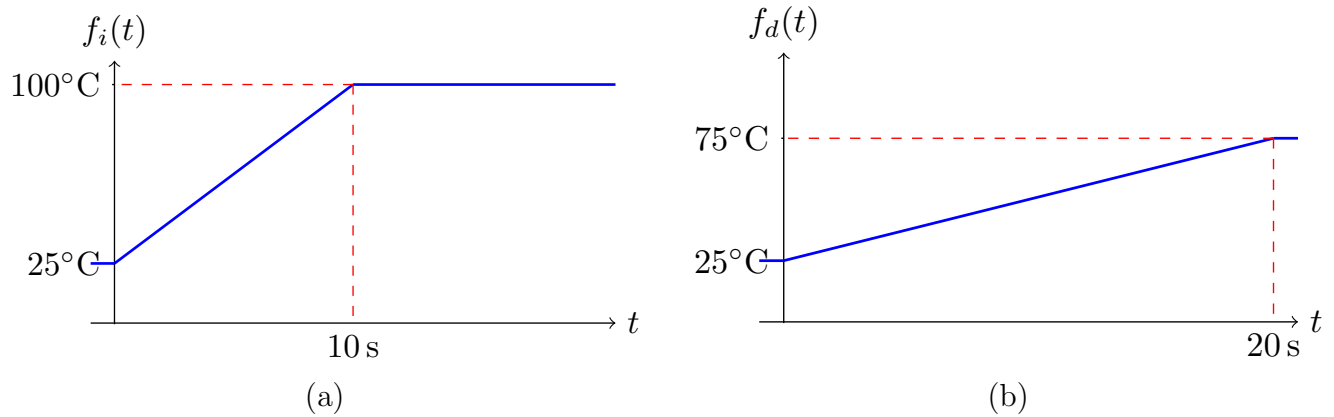

Figura 1.1: Perfiles térmicos al lado (a) izquierdo y (b) derecho de la barra.
1.2. Programe dos funciones en GNU/Octave  $f_i(t)$  y  $f_d(t)$  que implementen los perfiles térmicos en la figura 1.1.